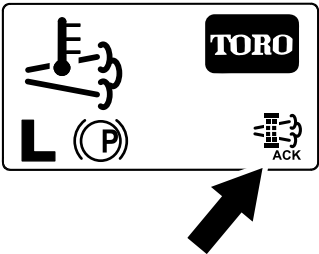

Figura 60
8. El InfoCenter muestra la pantalla de inicio y aparece el icono de Regeneración aceptada (Figura 60) en la esquina inferior derecha de la pantalla mientras se realiza la regeneración.